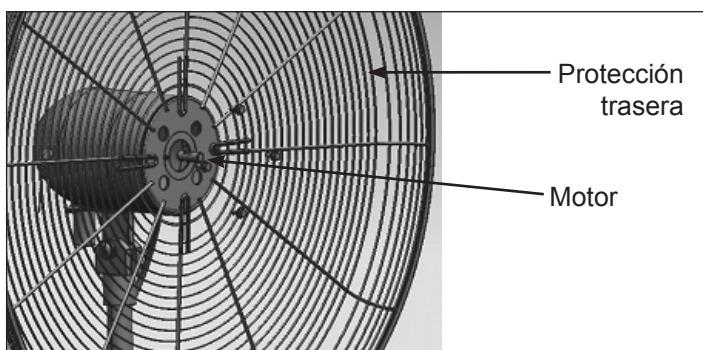

Figura 2: Fijación de la protección trasera al motor
9. Deslice la protección trasera en el conjunto del motor y asegúrela con los (4) tornillos de brida (tornillos del motor). Vea la Figura 2. Apriete firmemente los tornillos con la llave.